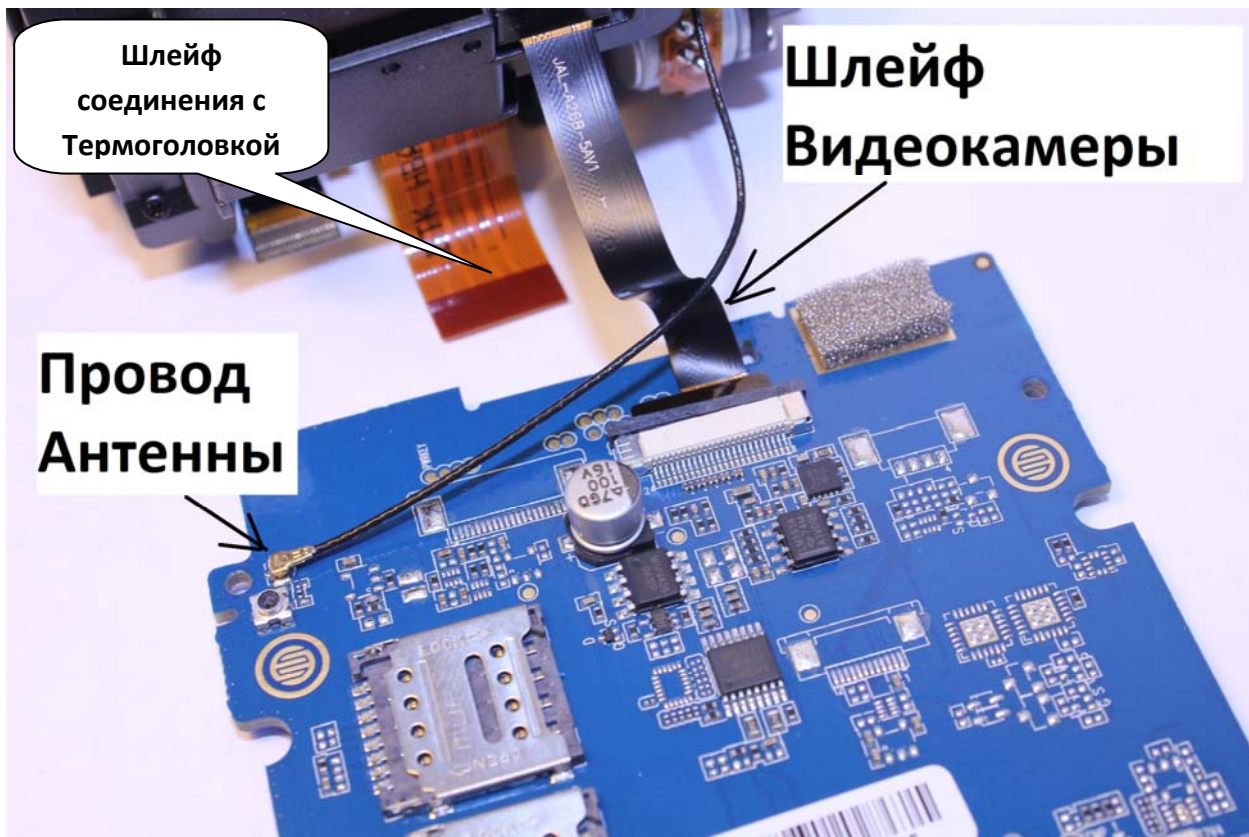

рис. 22
- Перевернув МА и Корпус на другую стороны необходимо отсоединить шлейф Видеокамеры и провод Антенны (см. рис.22)